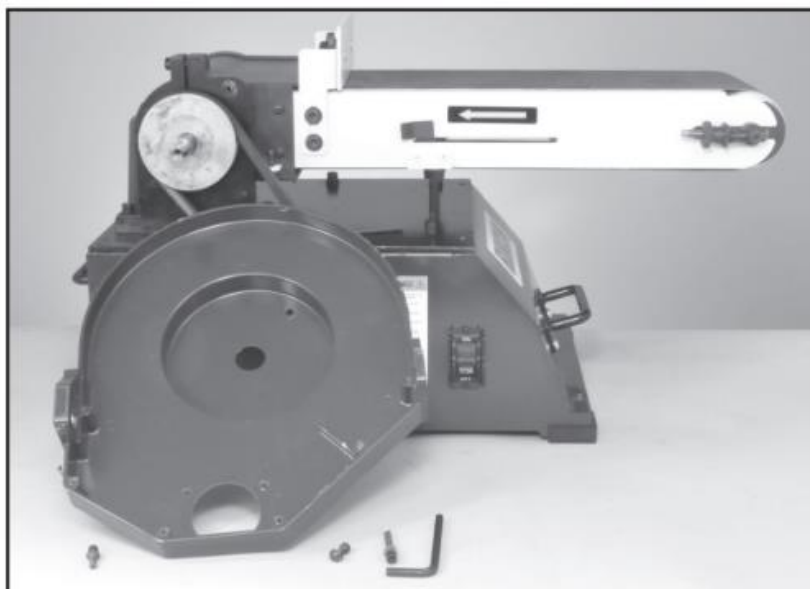

Рис.18
6. Отвинтите рамку диска от корпуса шлифовальной машины. Выкрутите три винта - два сверху рамы и один более длинный винт с внутренней стороны рамы. Рис. 18.